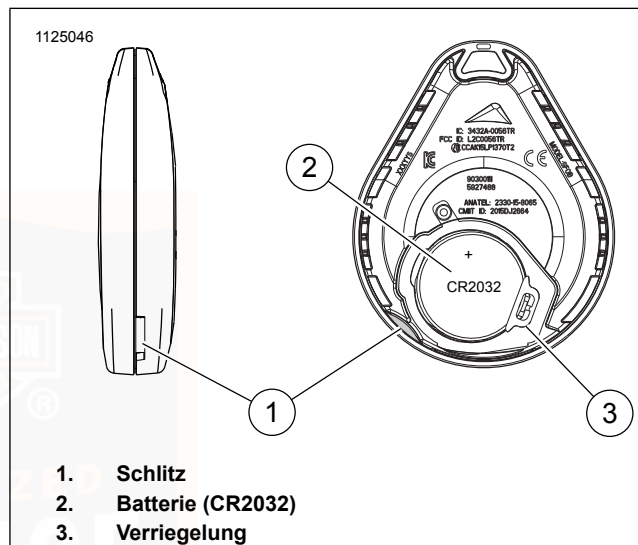

Abbildung 34. Schlüsselanhängerbatterie austauschen
- a. Siehe Abbildung 34. Eine dünne Klinge in den Schlitz (1) zwischen beiden Hälften des Gehäuses schieben.